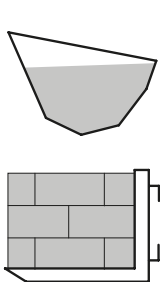

Fig. 1
- Bij bulkkladingen mag het maximale laadniveau van het werktuig de laagste rand niet overschrijden en bij stukkladingen mag het de hoogte van de achterste rand niet overschrijden [zie Afb. 1].